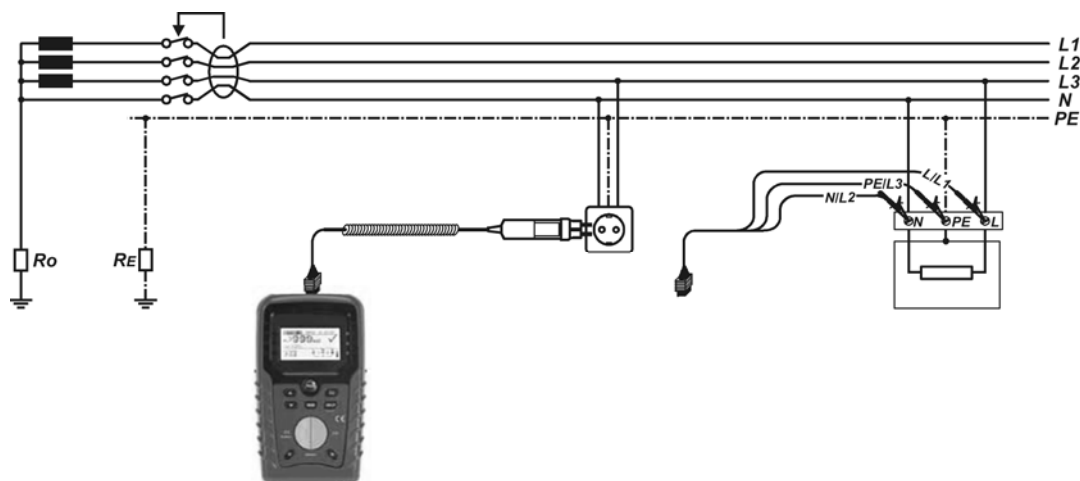

Bild 5.17: Anschluss des Plug Commanders (Netzsteckeradapter) und des Universalprüfkabels
- ❑ **Schließen** Sie die Prüfleitungen am Prüfling **an** (siehe Bild 5.17).
- ☐ **Schließen** Sie die Prüflleitungen am Prüfling **an** (siehe Bild 5.17).
- ☐ **Schließen** Sie die Prüfleitungen am Prüfling **an** (siehe Bild 5.17).
<input type="checkbox"/> Wählen Sie mit dem Funktionswahlschalter die Funktion RCD . <input type="checkbox"/> Setzen Sie die Unterfunktion auf AUTO . <input type="checkbox"/> Stellen Sie (bei Bedarf) die Prüfparameter ein. <input type="checkbox"/> Schließen Sie das Prüfkabel am Instrument an . <input type="checkbox"/> Schließen Sie die Prüfleitungen am Prüfling an (siehe Bild 5.17). <input type="checkbox"/> Drücken Sie die Taste TEST , um die Messung durchzuführen.	Start der Prüfung